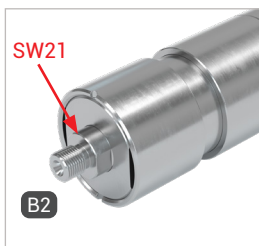

Abbildung 9
- ▶ Halten Sie beim Montieren des Füllschlauchs und der Medienleitung einen Gabelschlüssel gegen die Schlüssel­flächen „B1“ und „B2“ (*Abbildung 8 und Abbildung 9*).